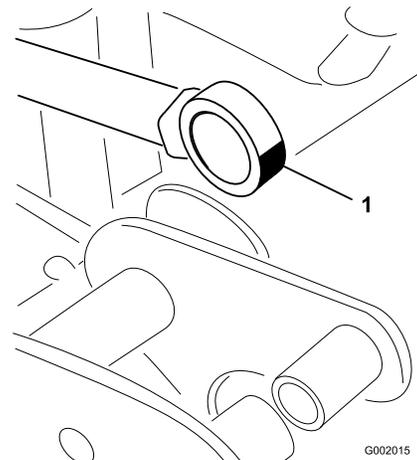

Figura 51
5. Manipolate il lato cuscinetto dell'asta dell'attuatore ed inserite il grasso nel cuscinetto (Figura 51). Tergete il grasso superfluo.